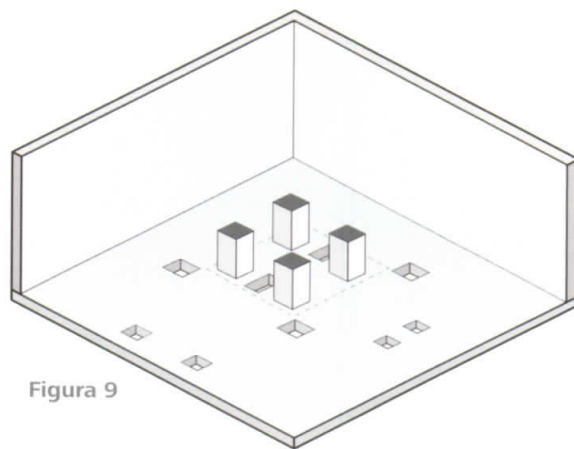

Figura 9
- Pode ser necessário construir pilaretes de concreto para apoio da máquina de tração, com resistência mecânica para suportar carga distribuída. Nestes casos, mais informações serão fornecidas na planta de instalação (Figura 9).